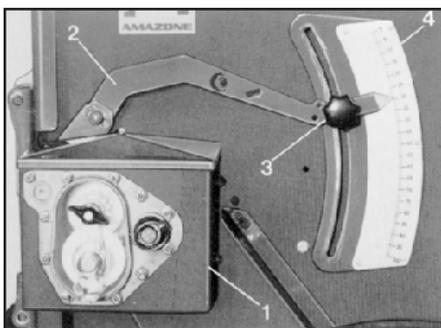

Рис. 3.20
Для установки нормы высева нужно ослабить на коробке передач (рис. 3.20/1) вращающуюся ручку (рис. 3.20/3) регулировочного рычага коробки передач (рис. 3.20/2) посредством вращения в левую сторону и передвинуть **снизу** в позицию согласно таблице норм высева. Затем снова плотно завинтить вращающуюся ручку.
При помощи бесступенчато регулируемой коробки передач с обгонными муфтами (рис. 3.20/1) бесступенчато устанавливается число оборотов вала высевающих катушек и вместе с ним - норма высева. Чем высшее число выбирается с помощью переводного рычага на шкале (рис. 3.20/4), тем большей становится норма высева.
**Указание:** В коробку передач с обгонными муфтами (рис. 3.20/1) встроена зубчатая передача. Посредством переворачивания шестерни в коробке передач, может включаться медленная или быстрая передача. **С завода устанавливается медленная передача.** Номера регулировок коробки передач в таблицах норм высева являются ориентировочными данными для проведения проверки нормы высева на медленной передаче. При чрезвычайно высоких нормах высева и больших расстояниях между рядами иногда может случиться так, что при номере регулировки коробки передачи "100" не достигается желаемая норма высева. Только в этом случае должна устанавливаться быстрая передача. Подробное описание к этому Вы найдете в пункте 3.7.6. Однако, рекомендуется сеять, по возможности, **всегда на медленной передаче.**